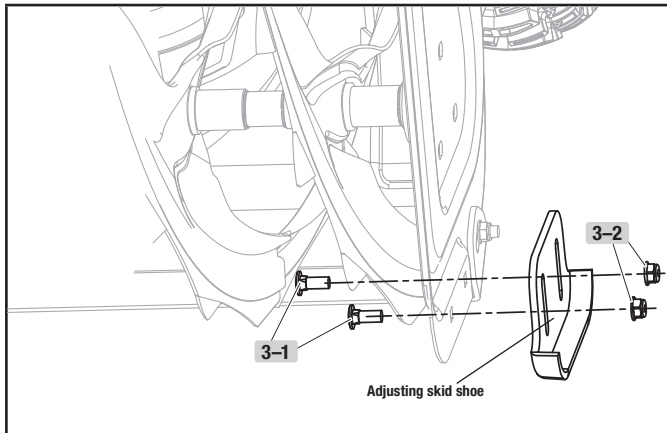

Figure 3
3. Fixez les sabots de patin réglables au boîtier de la tarière. Insérez les boulons (3-1) au travers du boîtier de la tarière, puis au travers du sabot. Serrez bien les écrous (3-2) (figure 3). Ne serrez pas trop. Le sabot n'est pas réversible. Voir la section « Réglage des sabots à neige ».